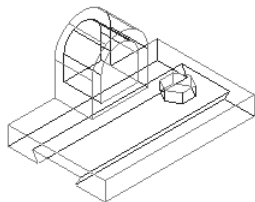

图 2.5.18 灰度显示隐藏的边
- ☒ **模糊显示** 复选框：用于设置以定义的隐藏边界的灰度显示线架模型，如图 2.5.18 所示。当选中此复选框时，**隐藏边界的亮度 %** 文本框被激活。